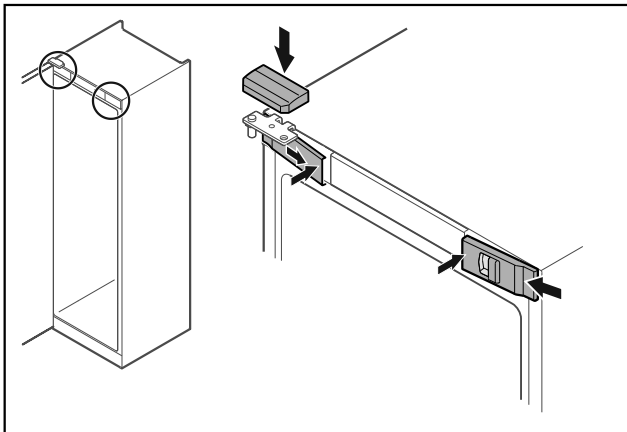

Fig. 51
- ▶ Αναρτήστε τα μπροστινά καλύμματα Fig. 51 (1) στο πλάι και κουμπώστε τα εσωτερικά.
- ▶ Κουμπώστε το επάνω κάλυμμα Fig. 51 (2) από πάνω.